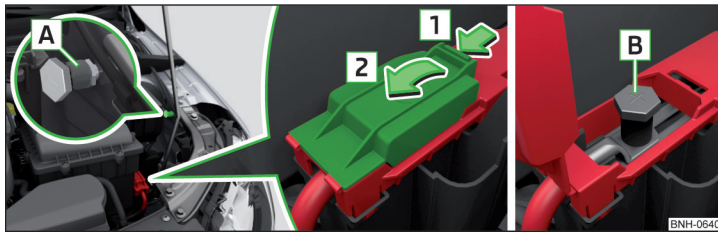

Abb. 257 Massepunkt und Pluspol bei Fahrzeugen mit der Fahrzeugbatterie im Gepäckraum
Der Pluspol **B** befindet sich unter einer Abdeckung im Motorraum » Abb. 257.
- Die Pluspolklemme des Starthilfekabels an der Position **B** » Abb. 257 anklemmen.